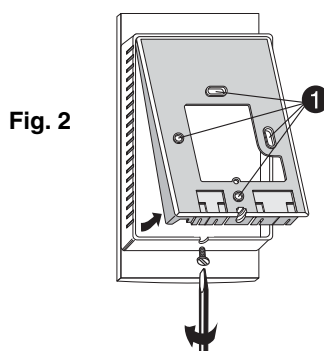

Fig. 2
Afin de monter l'appareil sur le mur, il est nécessaire de le séparer de son socle comme indiqué (Fig. 2).
Ainsi séparé du boîtier, le socle doit être fixé au mur à l'aide d'un ensemble vis/chevilles ou sur une boîte d'encastrement (entraxe 60mm) en utilisant les trous rep. ① (Fig. 2).